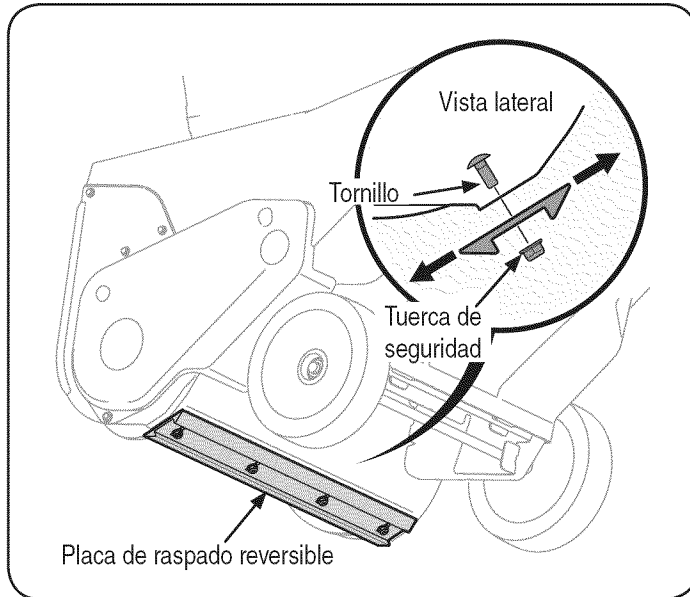

Figura 20
3. Afloje los cuatro tuercas y los tornillos de bloqueo de transporte que sujetan la placa de afeitar a la vivienda. Consulte la Figura 20. Mueva el afeitado placa en la posición adecuada y vuelva a apretar las tuercas y los tornillos.
3. Quite los cuatro pernos de carro y las tuercas de seguridad con brida que la sujetan a la caja de la máquina quitanieve. Refiérase a la Figura 20 en la página 52.